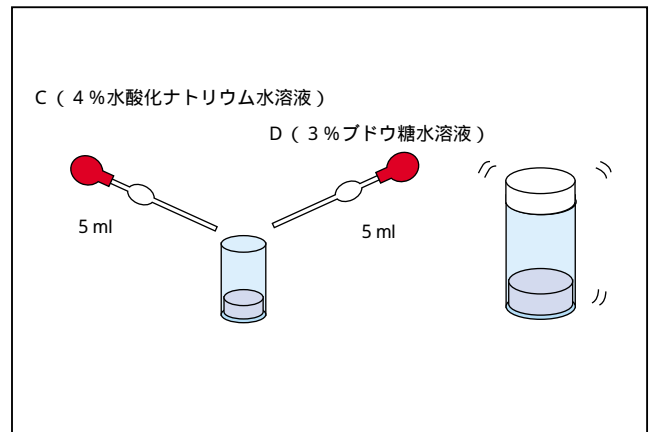

図 7
- (4) C液とD液をピペットでそれぞれ5mlずつ入れて、蓋をして表面全体に行き渡るように振る（図7）。